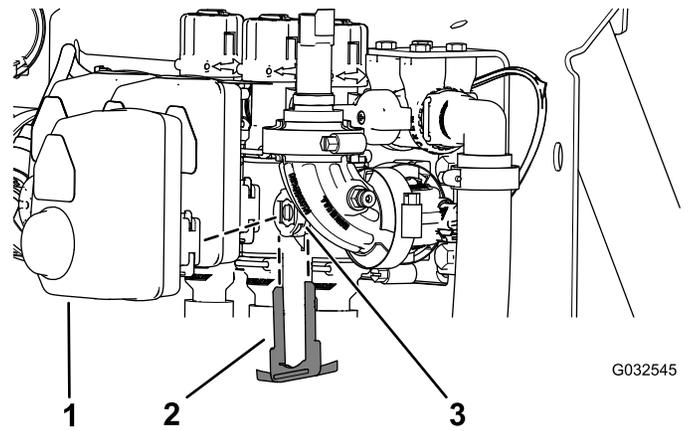

Figura 107
2. Retire o retentor que fixa o acionador à válvula do coletor para válvula de secção ou válvula de agitação (Figura 107).